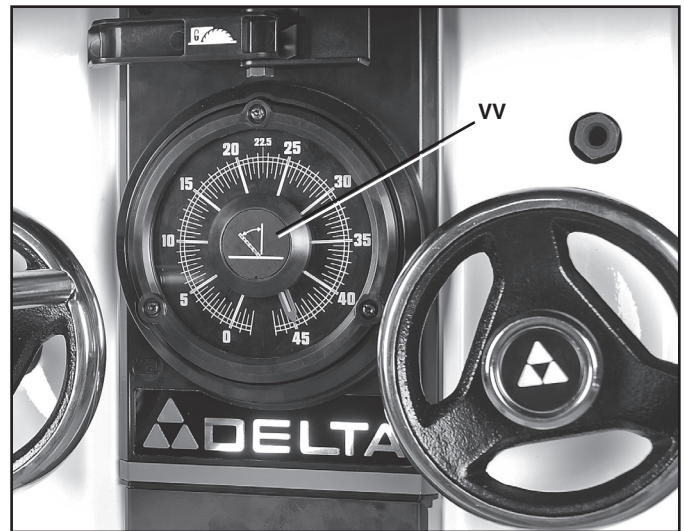

FIG. 43
1. Retirer le couvercle magnétique (VV) fig. 43.
6. Remettre le couvercle magnétique en place (VV) fig. 43.